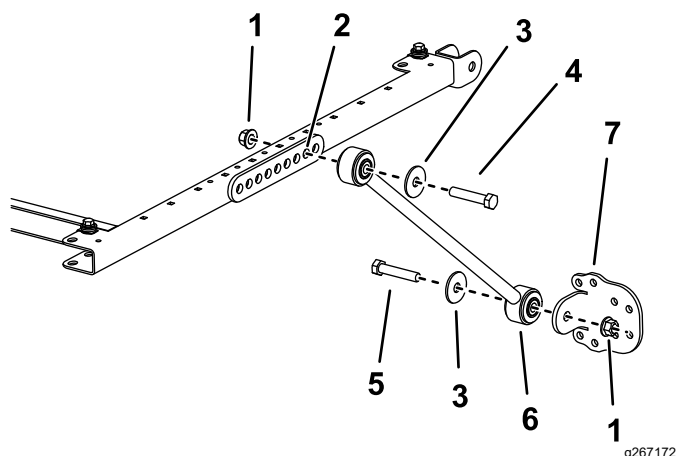

Рисунок 5
5. С каждой стороны рамы солнцезащитного навеса прикрепите, не затягивая, подпорку ко второму отверстию кронштейна подпорки с помощью болта (1/2 x 2³/₄ дюйма), шайбы (1/2 дюйма) и фланцевой гайки (1/2 дюйма), как показано на рис. Рисунок 5.
6. Прикрепите, не затягивая, кронштейн подпорки к каждой подпорке с помощью болта (1/2 x 2¹/₂ дюйма), шайбы (1/2 дюйма) и фланцевой гайки (1/2 дюйма), как показано на Рисунок 5.